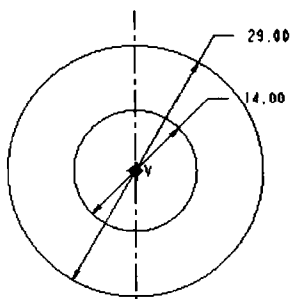

图 1-19 绘制同心圆
(5) 单击 按钮绘制同心圆, 单击 按钮并选择两圆直径将其分别修改为 14 和 29, 如图 1-19 所示。